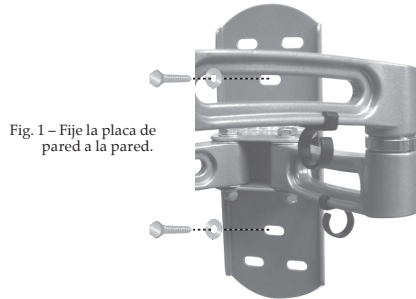

Fig. 1 – Fije la placa de pared a la pared.
5. Coloque el montaje nuevamente contra la pared y asegúrelo con los Pernos de fijación (Q) y las Arandelas para pernos de fijación (R) suministrados (vea la Fig. 1). No apriete demasiado estos pernos y no suelte el montaje hasta que no se hayan colocado todos los pernos.
4. Inserte un Anclaje para concreto (P) en cada orificio de manera que quede al ras con la superficie de concreto. Puede utilizar un martillo para golpear suavemente los anclajes en su posición, de ser necesario.